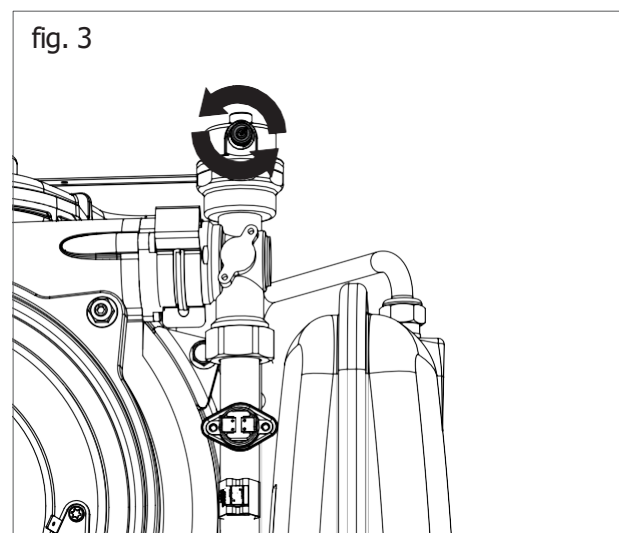

fig. 3
Pentru poziționarea centralei, procedați astfel (vedeți fig. 3):
2. Slăbiți ușor capacul supapei de aerisire plasată în partea superioară a schimbătorului de căldură (fig. 3) pentru a elibera aerul din partea de sus a sistemului.
7. Deschideți supapele de aerisire ale radiatoarelor și verificați procesul de eliminare a aerului. CÂND ÎNCEPE SĂ IASĂ APA, ÎNCHIDEȚI SUPAPELE DE AERISIRE ALE RADIATOARELOR ȘI SUPAPA DE AERISIRE SITUATĂ ÎN PARTEA DREAPTĂ SUPERIOARĂ A SCHIMBĂTORULUI DE CĂLDURĂ (fig. 3).